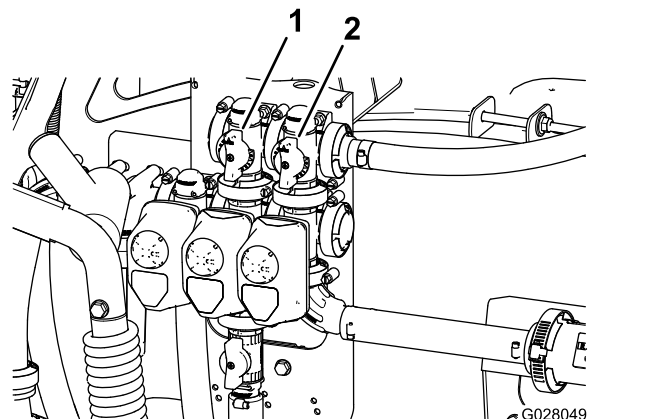

図 31
11. 攪拌バルブの背面についている攪拌バイパスバルブ 図 31 を使って、水圧計の読みが  $6.9\text{bar}$  になるように調整する。
9. マスターブームバイパスハンドルを使ってタンク内の攪拌動作を調整する 図 31。